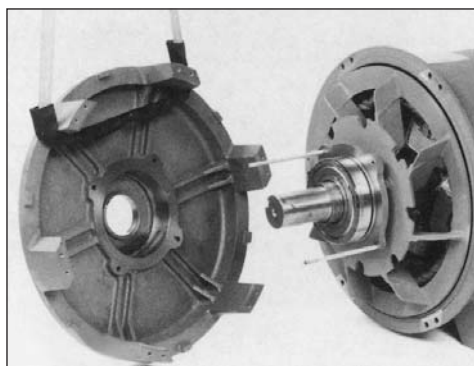
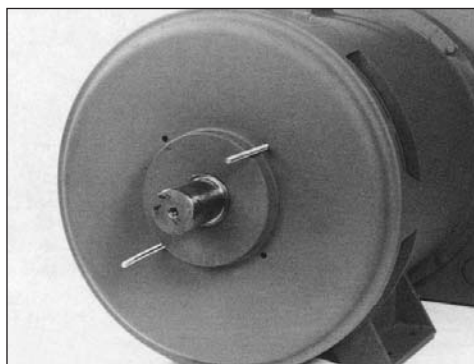

Figura 6-57
Figura 6-58
- b. Para generadores de dos baleros, inserte dos pasadores guías en los orificios de la parte trasera del balero (figura 6-57). Llene la cavidad de grasa del soporte final del dispositivo con un 1/3 a 1/2 de grasa Exxon® Polyrex® EM (o su equivalente). Ensamble todos los contenedores de grasa del soporte. Monte la abrazadera en el balero y guíe los pasadores del balero a través de los agujeros del soporte (figura 6-58). Alinee el soporte final del dispositivo y monte los tornillos de casquete con las arandelas de presión dentro del balero asegurados y apretados. Remueva los pasadores guías y reemplácelos con los dos tornillos de casquete y las arandelas de presión remanentes. Apriete los tornillos de casquete del balero a 25 ft-lb (34 N-m). Apriete los tornillos de casquete del montaje del soporte según las especificaciones dadas en la Sección 12.